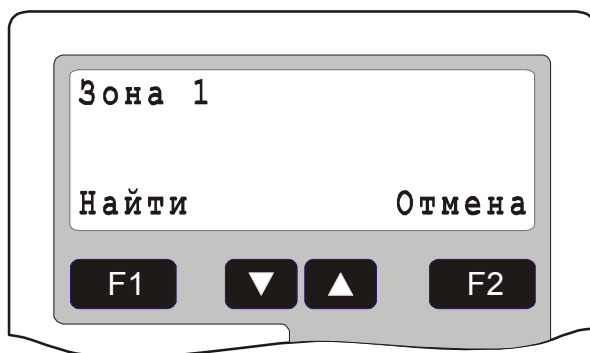

Рис. 5 Окно поиска зоны
- Поиск по номеру зоны – ввести номер искомой зоны (при вводе первой цифры номера зоны на дисплей будет выведено окно поиска зоны - Рис. 5) и нажать **F1** «Найти»;